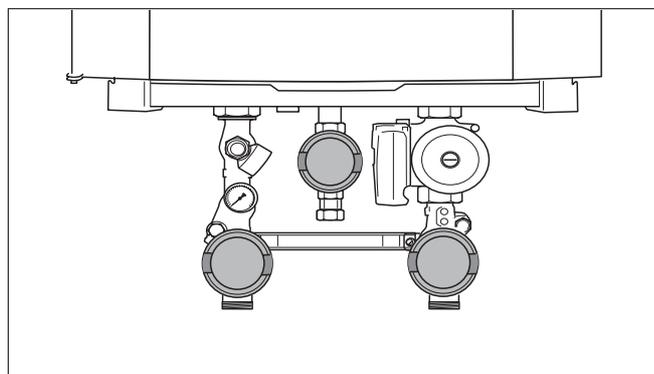

Fig. 85 Chiudere i rubinetti (qui: in posizione "chiusa")
- Chiudere il rubinetto del gas (fig. 85).
- Chiudere i rubinetti di intercettazione impianto (fig. 85).